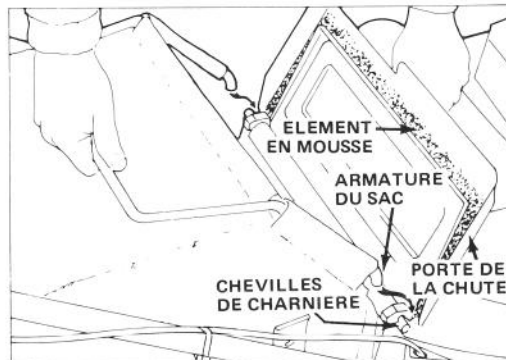

Figure 10
2. POSE DU SAC — Levez la porte de la chute et accrochez l'armature du sac sur les chevilles de charnière (Fig. 10). Laissez le sac reposer sur le carter de la tondeuse par-dessus l'ouverture de la chute. Fermez la porte et veillez à ce qu'elle s'adapte bien sur la hauteur de l'ouverture du sac.